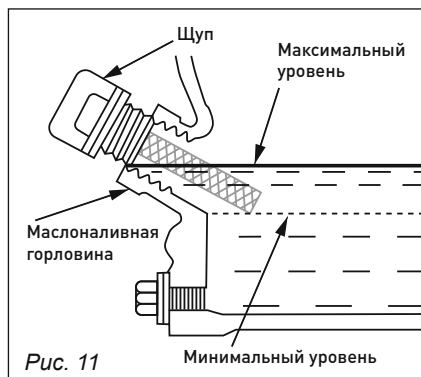

Рис. 11
2. Открутите пробку горловины для заливки масла в картер (рис. 11).